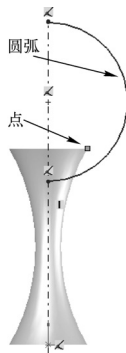

图 5-42 绘制的草图 2
6) 绘制草图。单击“草图”面板中的（中心线）按钮，绘制一条通过原点的中心线；单击“草图”面板中的（圆心/起/终点画弧）按钮，绘制一个圆心在中心线上的圆弧，结果如图 5-42 所示。
7) 添加几何关系。单击“草图”面板中的“添加几何关系”按钮，系统弹出图 5-43 所示的“添加几何关系”属性管理器。单击图 5-42 中的右边标注的点和圆弧，所选的实体出现在属性管理器中，然后单击属性管理器中的（重合）按钮，重合关系出现在属性管理器中。单击属性管理器中的（确定）按钮，再单击“草图”控制面板中的（智能尺寸）按钮，标注图 5-42 中圆弧的尺寸，结果如图 5-44 所示。